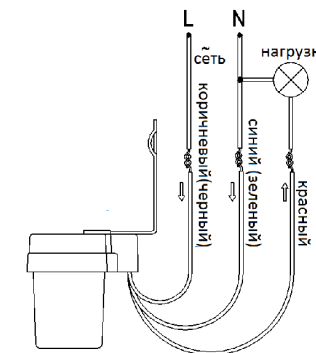

Рис. 2 Схема электропитания
2. В соответствии со схемой подключения (рис. 2), соедините провода электропитания и электроприбора, подключаемого к датчику, с соединительными клеммами.